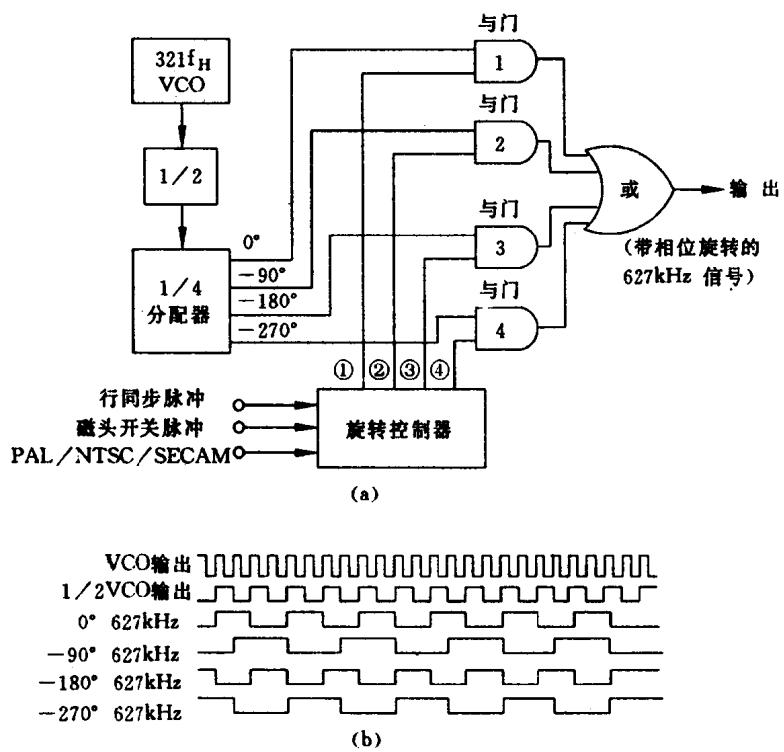

图 2-22
相位旋转电路是 VHS 家用录象机特有的色信号处理电路。VHS 录象机为了实现高密度记录技术对 PAL 信号进行降频, 对色副载波进行隔场逐行移相 -90 度处理。所谓隔场是指 A 磁头不递增 -90 度, 而 B 磁头记录时逐行递增 -90 度。(近几年来的 VHS 家用录象机还设有 NTSC, 重放功能, 所谓 NTSC 重放功能是对 NTSC 色信号的降频副载波进行移相 ±90 度处理)由于在记录时设置了 -90 度移相电路, 在重放还原后就消除了相邻磁迹间的色串扰, 保证图象色信号的质量。如图 2-22(A · B)所示。在行同步信号的控制下, 当磁头开关脉冲为(L)低电平时, 旋转控制器只输出 0 度相位的 627kHz 信号, 这时①为高电平, 输出一场不旋转信号②③④为低电平不输出信号。当在行同步脉冲控制下磁头开关脉冲输出(H)高电平时, 旋转控制器按照顺序输出逐行移相 -90 度 627kHz 的信号, 在重放 NTSC 磁带上的信号时, 旋转